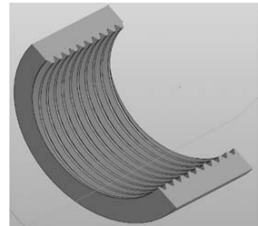

Рис. 1. Порядок построения резьбы в цилиндрическом отверстии
- во вкладке «Элементы каркаса» выбираем команду «Спираль цилиндрическая». Для построения спирали необходимо указать опорную плоскость и задать следующие параметры: диаметр поверхности, число витков спирали, шаг витков (рис. 1, а);
- на начальной точке спирали создаем необходимый профиль резьбы (рис. 1, б);
- с помощью команды «Вырезать по траектории» нарезаем резьбу, где в качестве траектории выбираем построенную ранее спираль (рис. 1, в).